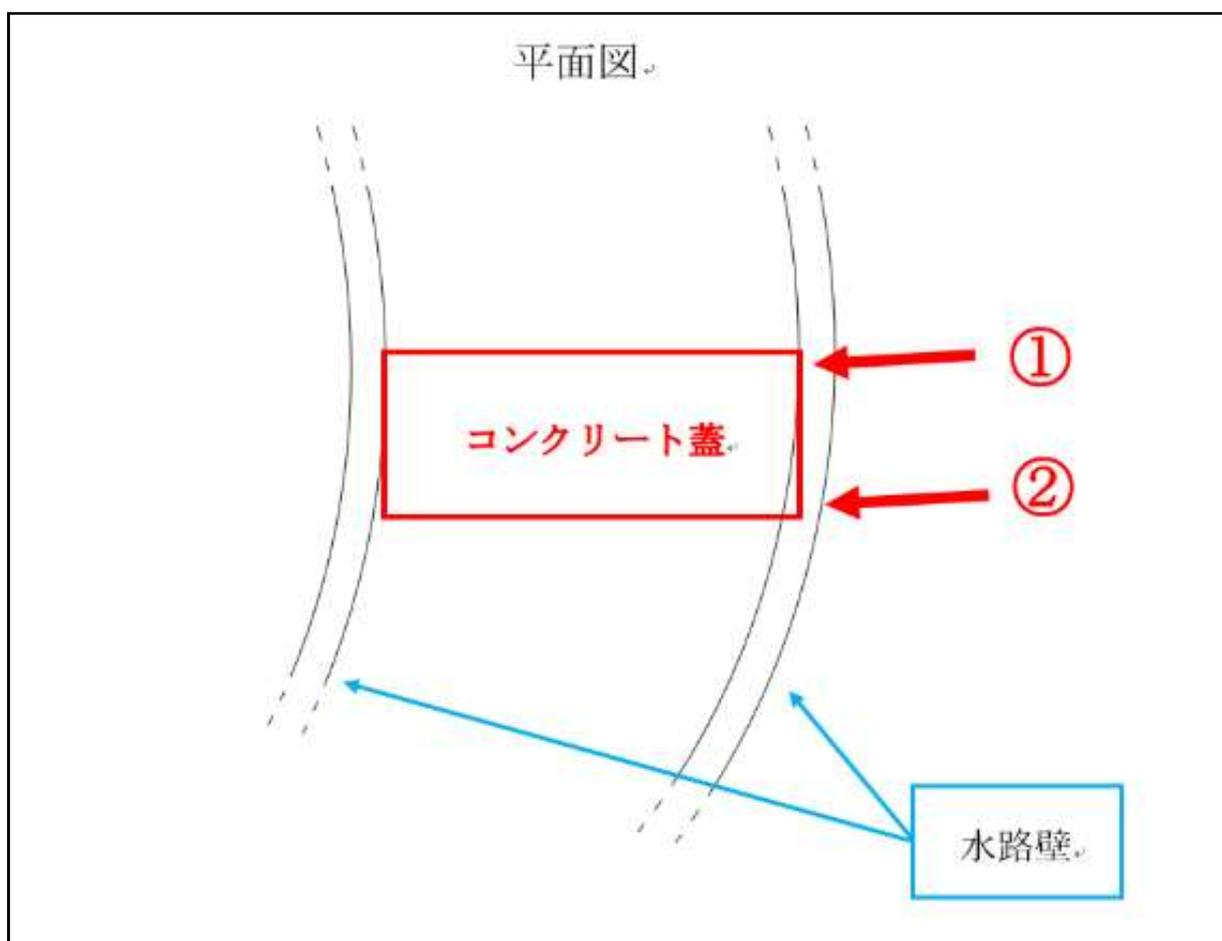

図3. 三方原水平面図 (イメージ)
また、水路線形が曲線の場合、図3の①の位置で水路内幅を測定し、その測定値を基に蓋の製作・設置を行うと②の位置では水路壁に蓋が当たることが予想された。そのため、曲線部は水路内幅の測定ではなく、水路壁内側の座標を短い間隔で測定し、平面図に落とし込み、図面上で蓋の割付を行う必要があった。標準幅 3720mm 以外のサイズを製作するには2ヵ月を要するため、早急な調査が求められた。